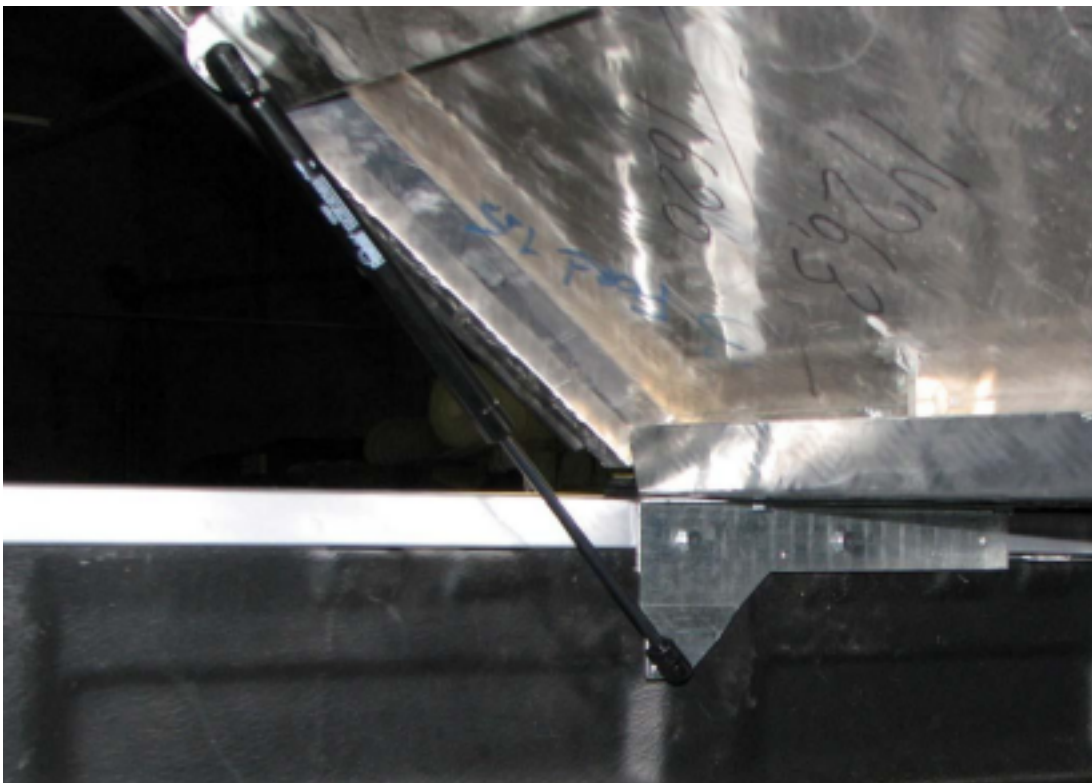

Рис. 1 – Положение газового упора относительно крепления стационарной части крышки (рычаг газового упора)
3. Установите крепления (рис. 1) на стационарную (узкую) часть крышки. Используйте для этого болты М8, усиленные шайбы М8, гровер и гайки М8, идущие в комплекте с крышкой. Для этого положите стационарную часть крышки на ровную поверхность изнанкой вверх, приложите крепления и пропустите болты через соответствующие отверстия (шайбы ставить не нужно). Крепления устанавливайте таким образом, чтобы их «полка» была обращена вовнутрь кузова. Затем, придерживая болты рукой, поочередно наденьте на каждый из них (снизу) усиленную шайбу, гровер и накрутите гайку от руки. Гайку затягивать не нужно – это будет сделано позже. На данном этапе вы получите стационарную часть крышки с наживленными креплениями, готовую к установке на машину. Крепления должны свободно перемещаться относительно стационарной части по пазам, через которые пропущены болты – так вы сможете точно отрегулировать положение крышки относительно кузова.